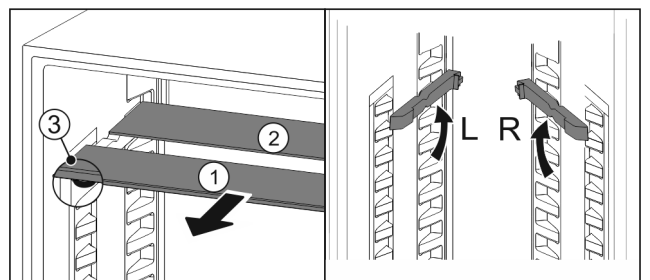

Fig. 85
- Посуньте Fig. 85 (1) скляну панель вперед.
- ▷ Скляна панель Fig. 85 (1) з декоративною планкою лежить спереду.
- ▷ Стопори Fig. 85 (3) показують вниз.